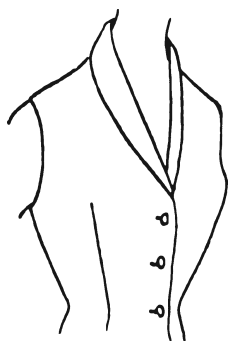
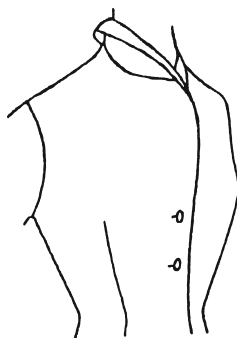

Рис. 436
Рис. 437
Чтобы воротник лучше сидел вокруг шеи и правильно прилегал к лифу, к нему присоединяют подборт (нижний воротник), который втачивают в горловину вместе с основным воротником. На рис. 437 воротник приподнят, чтобы показать под ним соединительный шов с лифом. На рис. 436 воротник представлен в нормальном положении. Рассмотрим оба варианта воротника с подбортом, модель которого называется «шаль».
- Приложите лекало к фигуре и наметьте лацкан (для примера используйте воротник на рис. 436).